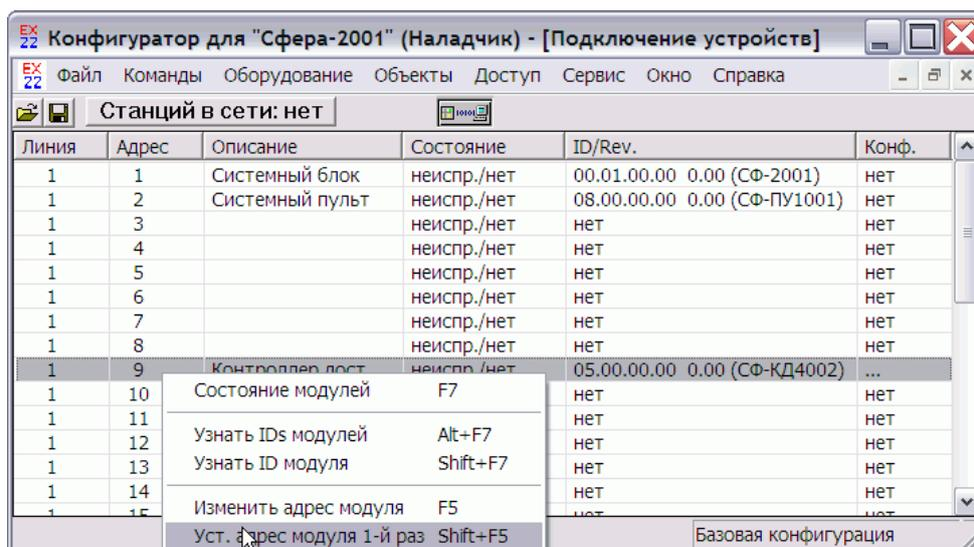

Рисунок 97
- Щелкните правой кнопкой «мыши» на адресе модуля в таблице «Подключение устройств» и в контекстном меню выберите пункт «Уст. адрес модуля первый раз» (рисунок 97).
- После записи адреса в модуль, в таблице «Подключение устройств» щелкните правой кнопкой «мыши» на адресе модуля и в контекстном меню выберите пункт «Состояние модулей» (рисунок 97). В поле «Состояние» в строке с данным модулем значение «неиспр./нет» изменится на «норма» (рисунок 99).